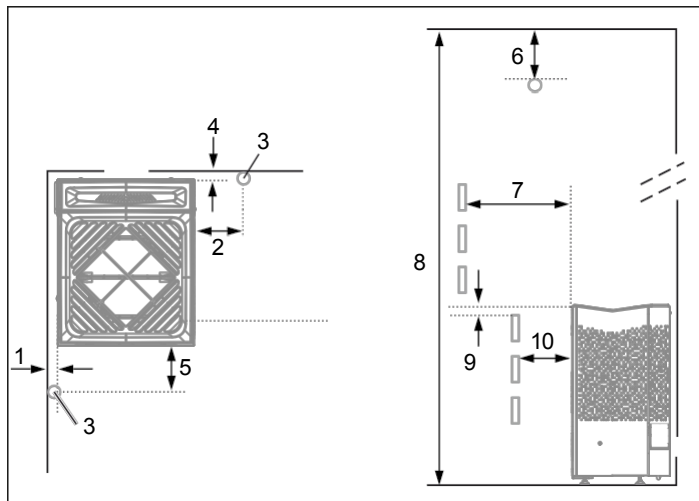
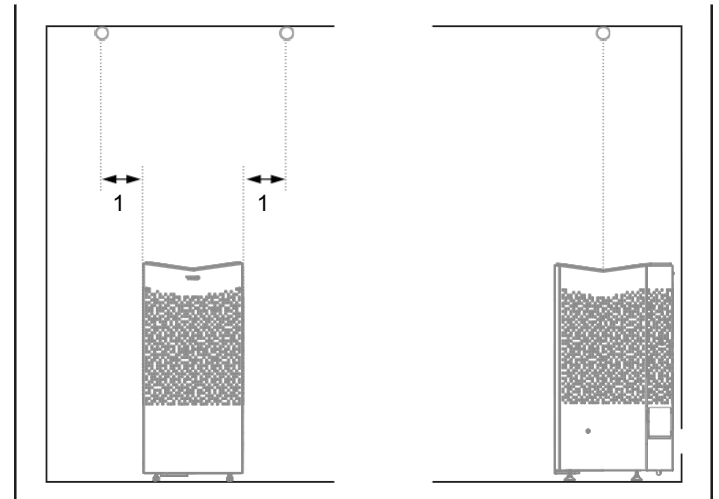

Figura 3: Posizionamento del riscaldatore - installazione normale
Figura 4: Installazione del sensore sul soffitto
- Pianificare il posizionamento della stufa della sauna (vedere la sezione Posizionamento della stufa - installazione normale, Figura 3).
- Pianificare il posizionamento del sensore (vedere la Figura 3 e la Figura 4).
- Posizionare il riscaldatore a una distanza di sicurezza dal pavimento, dalle pareti laterali e dagli accessori interni (vedere Figura 3).
Posizionare il sensore come indicato nella figura (vedere Figura 3). Chiudere tutte le prese d'aria attive entro 1000 mm dal sensore.
Se la parete su cui deve essere installato il sensore è realizzata in materiale altamente termoconduttivo (ad es. cemento, mattoni, ecc.) o in vetro temperato, il sensore può essere installato sul soffitto a una distanza dal riscaldatore, come indicato nella Figura 4.